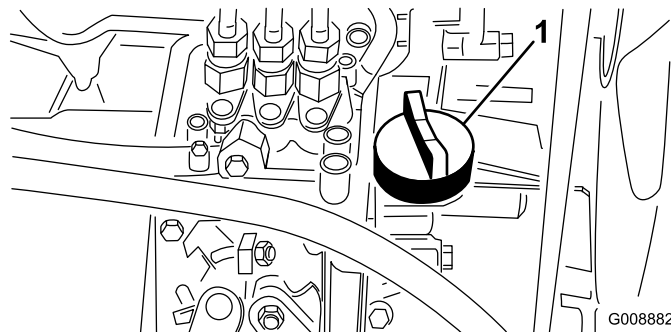

図 36
4. 不足していれば補給口キャップ（図 36）をとり、ディップスティックのFull 位置まで少量ずつオイルを補給する。補給中、ディップスティックで何度か油量を確認しながら入れること。